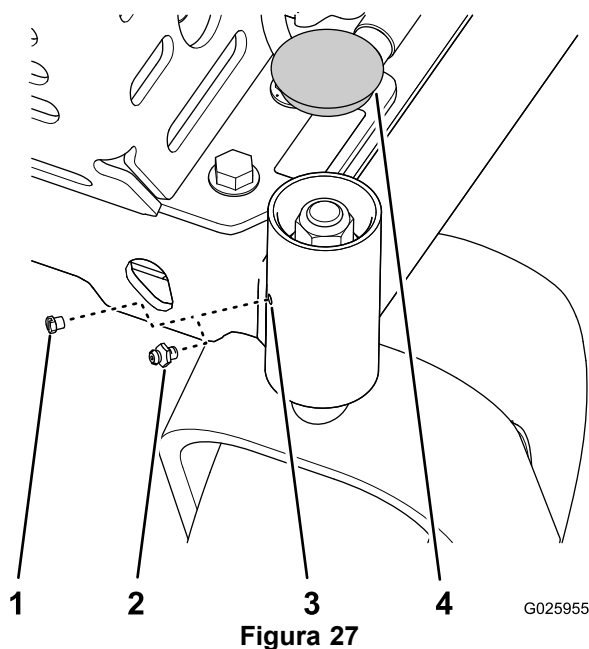

Figura 27
1. Retire la tapa y el tapón hexagonal de la parte superior del pivote de la rueda giratoria (Figura 27).
2. Enrosque un engrasador en el orificio (Figura 27).
3. Bombee grasa en el engrasador hasta que rezume alrededor del cojinete superior (Figura 27).
4. Retire el engrasador y vuelva a colocar el tapón que retiró en 1 (Figura 27).
5. Instale la tapa que retiró en el paso 1 (Figura 27).